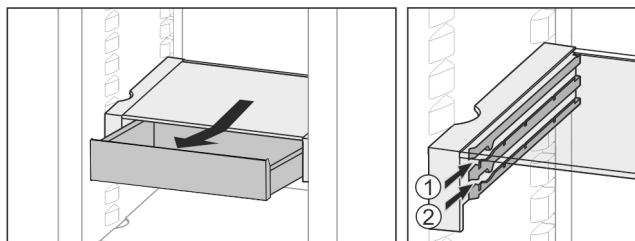

Fig. 26
- ▶ In beliebiger Höhe *Fig. 26 (1)* oder *Fig. 26 (2)* einschieben.